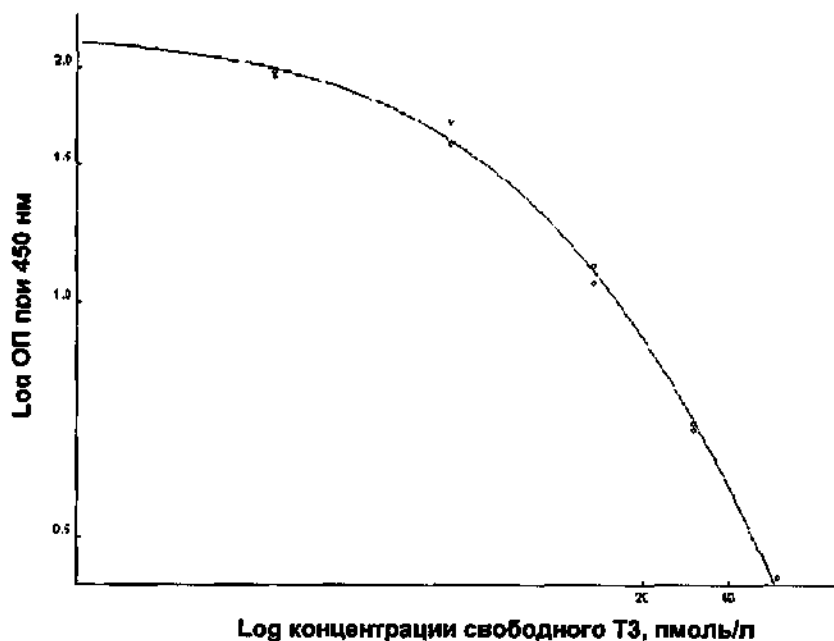

Рисунок 2. Типичный калибровочный график
9.1. Построить калибровочный график зависимости оптических плотностей от концентрации свободного ТЗ в калибровочных пробах (пмоль/л) (Рис. 2). Внешний вид графика зависит от способа преобразования осей.